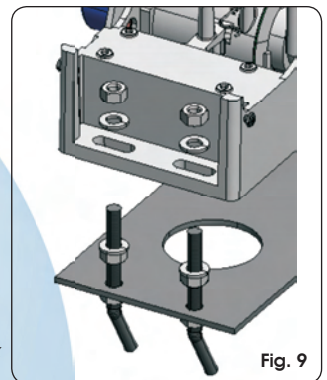

Fig. 9
- ④ Positionner l'opérateur sur la plaque en utilisant les rondelles et les écrous fournis d'après la Fig. 9.